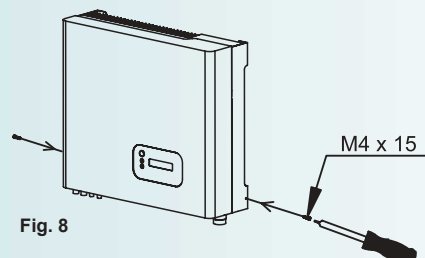

Fig. 8
- Fixez les 2 vis de sécurité dans les emplacements latéraux prévus à cet effet sur l'appareil (Fig. 8).